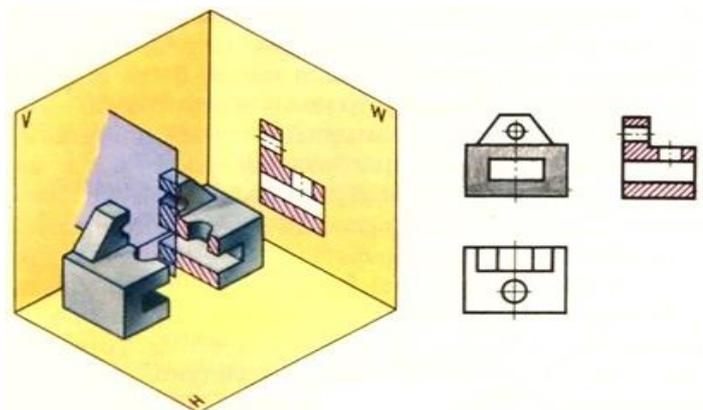

Рисунок 2
*Профильный разрез* - изображение, полученное при мысленном рассечении детали секущей плоскостью, параллельной профильной плоскости проекции (Рисунок 2).